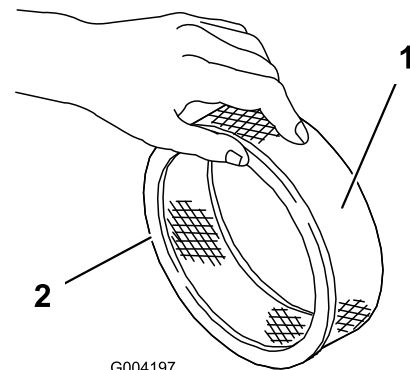

Figure 20
5. Tapotez doucement l'élément en papier sur une surface plane pour faire tomber la poussière et la saleté (Figure 20).
1. Glissez délicatement le préfiltre en mousse sur l'élément en papier (Figure 20).